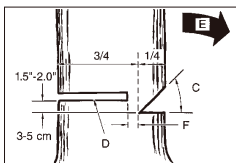

Fig. 11B
**AVVERTENZA:** Non passare mai davanti a un albero che è stato intagliato. Eseguire il taglio di abbattimento (D) sull'altro lato dell'albero e circa 3-5 cm al di sopra del bordo della tacca (C) (Fig. 11B)